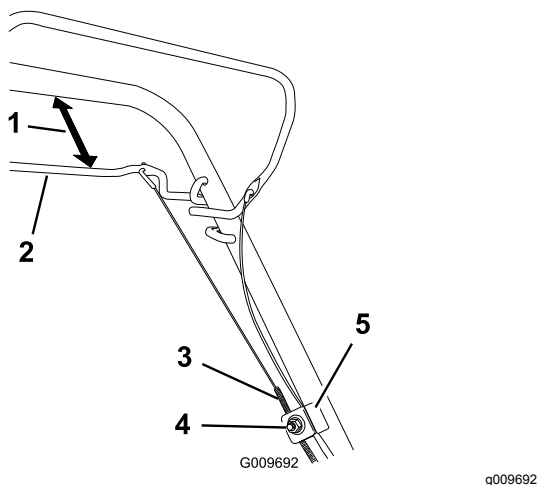

Figura 27
1. Desaperte porca de suporte do cabo (Figura 27).
2. Segure a barra da transmissão autopro pulsora 25 a 38 mm do manípulo (Figura 27).
3. Puxe o invólucro do cabo (para máquina) até não haver folga no cabo (Figura 27).